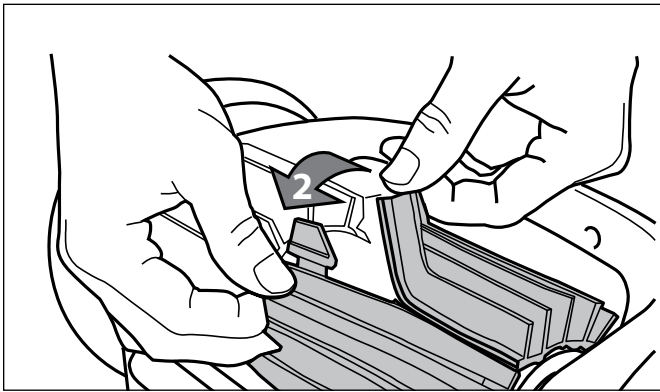

Figura 31. Abra las trabillas del cepillo
2. Separe los bordes del cepillo y abra las trabillas (Figura 31). Saque los cepillos gastados.